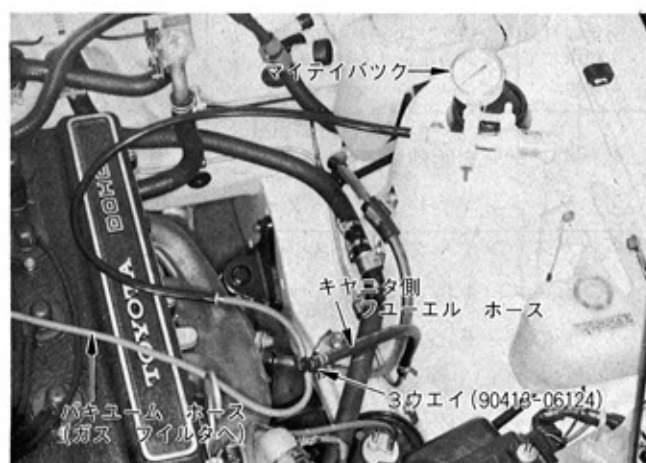

図4-14 ホース プラグ取り付け
- (1) フューエル タンク キャップをはずしスリオン テープで密閉する。
- (2) ガス フィルタからプレッシャ レギュレータへのバキューム ホースを抜く。
- (3) キャニスタ上側のフューエル ホースをはずし、ホースに3ウエイ ジョイント〔90413-06124〕を取り付ける。(図4-14参照)